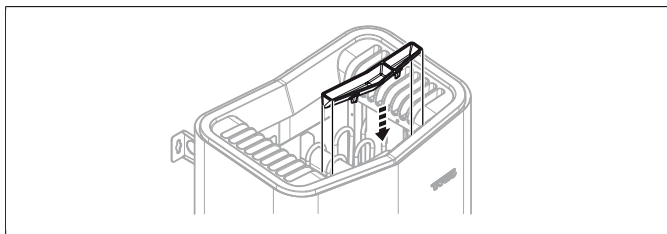

Fig 11: Montering av doftbehållare/luftfuktare
10. Montera örtskål/luftfuktare (se **Fig 11**, sidan 5).